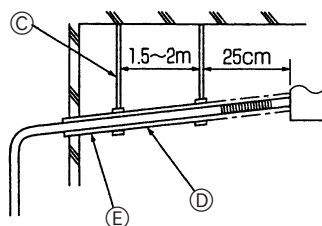

Fig. 8-2
(4) Убедитесь, что градиент наклона дренажного шланга больше 1/100. (Fig. 8-2)